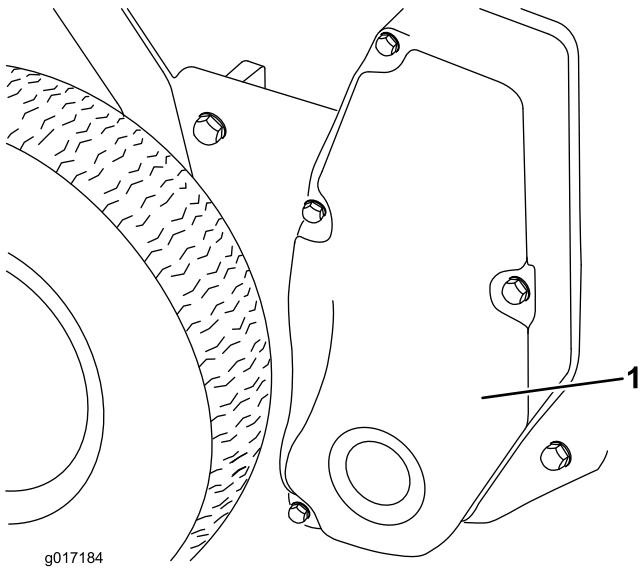

図 7
16. リール駆動部カバーを右サイドプレートに固定しているキャップスクリュ（4本）を取つて、カバーを外す（図 7）。